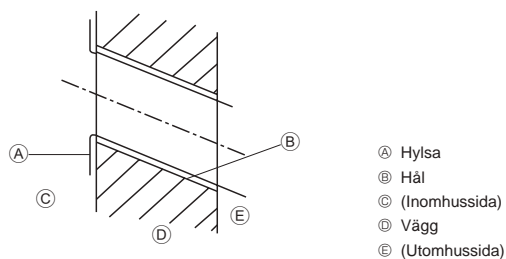

Fig. 3-3
- Ⓐ Monteringspanel ①
3.2.2. Borring av rörledningshål (Fig. 3-3)